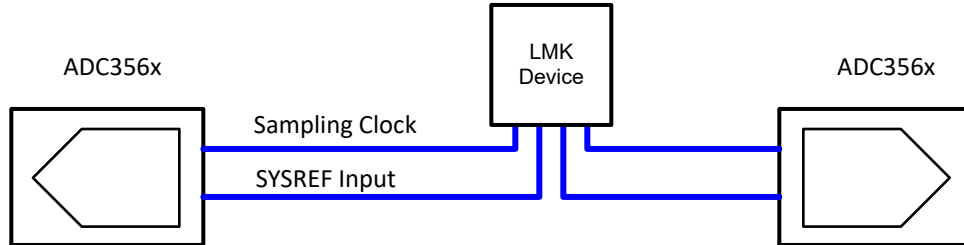

図 8-15. 2 つのデバイスの同期例
- DDC モード: デシメーションフィルタに関連する内部ブロック (クロック分周器、NCO 位相など) は、SYSREF 信号を使用して確定的状態にリセットされます。図 8-15 に示すように、デバイス間のクロックおよび SYSREF 信号の配線 (青色の線) を一致させることで、外部マルチチップ同期を実現します。